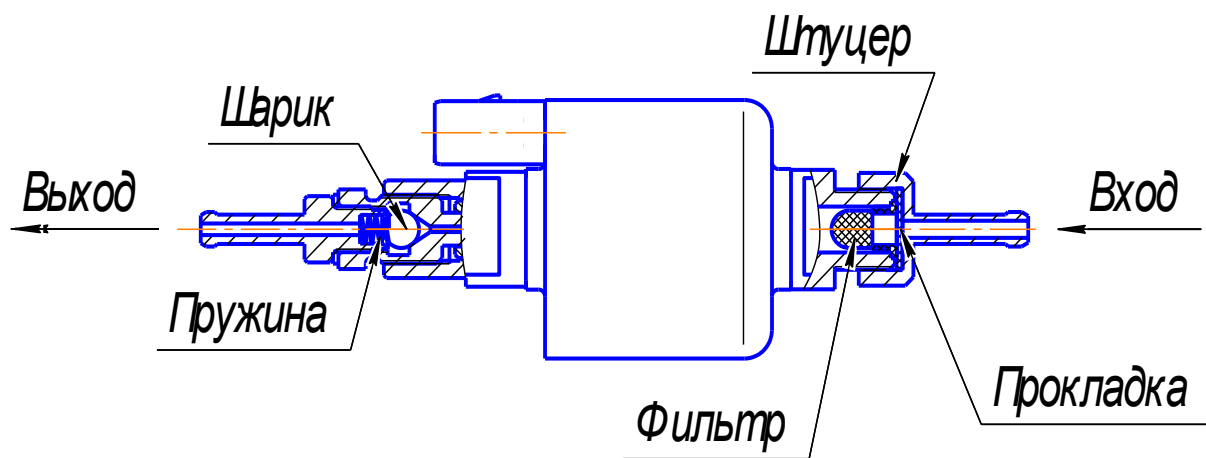

Рис. 13 -Топливный насос
5.10.1 Топливный насос (рис. 13) служит для дозированной подачи топлива в камеру сгорания. За весь период производства отопители комплектовались 4 типами топливных насосов: ТН10; ТН7; ТН8; «Thomas magnet».
- убедиться, что фильтр топливного насоса чистый. Для этого необходимо частично разобрать насос, выкрутить штуцер (рис.13) и осмотреть фильтр. Если фильтр загрязнен, то промыть его бензином и продуть воздухом;